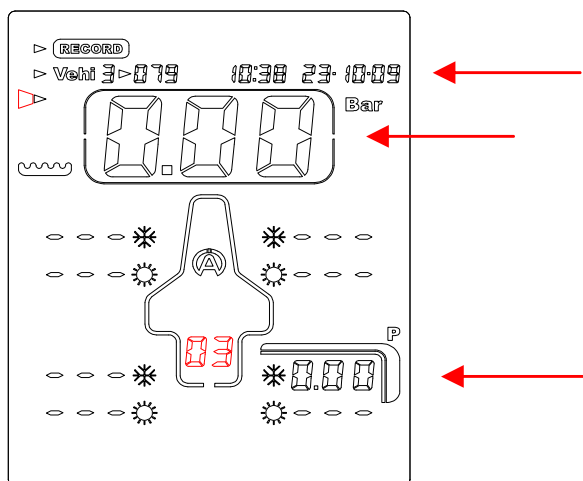

Figura 3
4) Com o botão  ou  , seleccione o "**CADRAN**" (figura 3)
No exemplo (figura 3), o Tyrecontrol está pronto para gravar, relativamente ao veículo 3, uma série de captações no Conjunto "03" antes da corrida ❄️, ("Conjunto" livre do veículo 3) começando com uma captação de pressão no pneu traseiro direito.